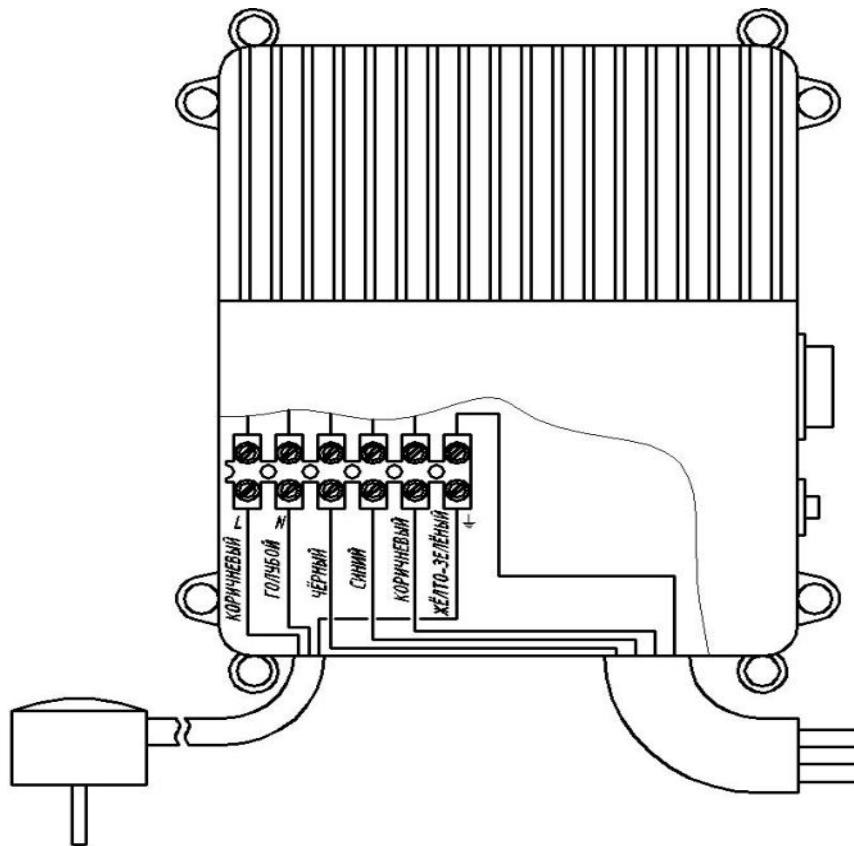
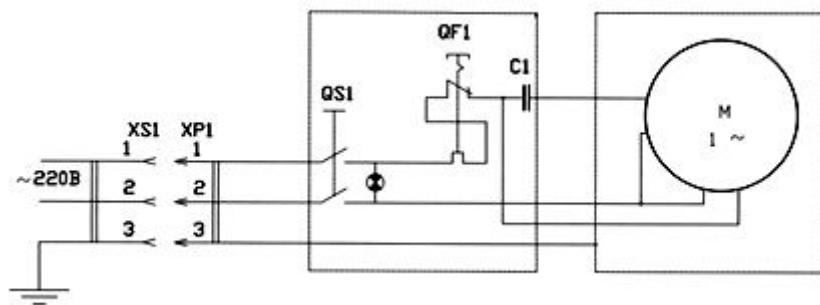

Рис.3
Рис.4
4.3 Пускозащитное устройство внутри имеет клеммную колодку рис.3 для подключения проводов кабеля с обозначениями, соответствующими схеме электрической принципиальной рис.4.
4.4 Соединение агрегата с питающей сетью осуществляется посредством штепсельной вилки с заземляющим контактом. Схема электрическая принципиальная показана на рис. 4
6.3.1 Выводные концы электродвигателя соединить пайкой или гильзами с токоподводящим проводом (провода установочные для водопогружных электродвигателей КВВ 3х1,0+1х1,0 ТУ16.К13-035-2004 (для двигателей мощностью не более 1кВт) и КВВ 3х2,5+1х2,5 ТУ16.К13-035-2004 (для двигателей мощностью более 1кВт) или аналогичным проводом) и тщательно изолировать полихлорвиниловой лентой в 7-8 слоев в полнахлеста на длине 12-15 см или с помощью термоусадочной трубы с внутренним kleевым слоем. Выкрутить четыре винта пускозащитного устройства, снять крышку и вставить в отверстие в основании свободный конец токопроводящего провода аналогично сетевому проводу. Провода вставить в клеммную колодку в соответствии с рис. 3 и закрепить в ней винтами, затем установить крышку на место.